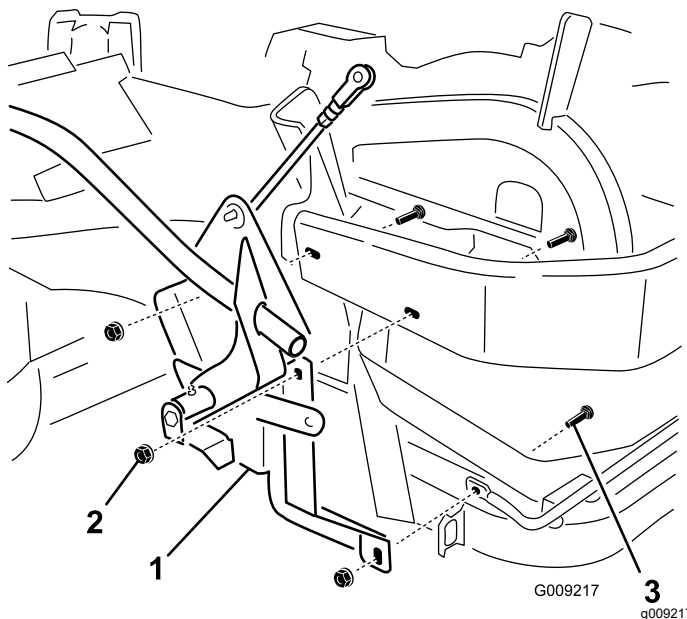

Figura 8
3. Instale el conjunto de palanca y soporte en el lateral de la máquina con 3 pernos de cuello cuadrado ($\frac{3}{8}$ " x $1\frac{1}{4}$ ") y 3 tuercas con arandela prensada (arandela grande – $\frac{3}{8}$ "), según se muestra en Figura 8.